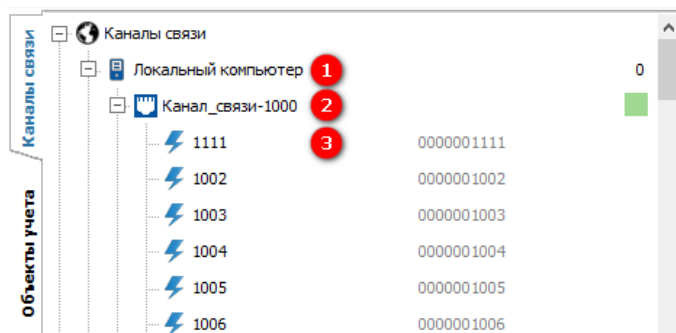

Рисунок 273 – Дерево Каналы связи
Вкладка **Канал связи** представляет собой структуру, состоящую из компонентов – «Группа каналов связи» (1) (см. рисунок 273), «Канал связи» (2), «Устройство» (3), которые сформированы в виде древовидной схемы (далее дерево). И предназначена для отображения и управления структурой всех вышеперечисленных компонентов, а именно – добавление, редактирование, удаление и пр.